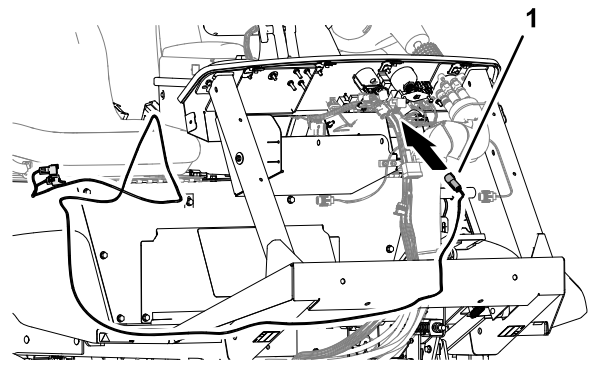

Figure 167
1. À l'avant de la machine, dirigez le connecteur à 4 broches du faisceau de bus ISO-CAN – 302 cm (119 po) étiqueté To ISOBUS vers la planche de bord (Figure 167).